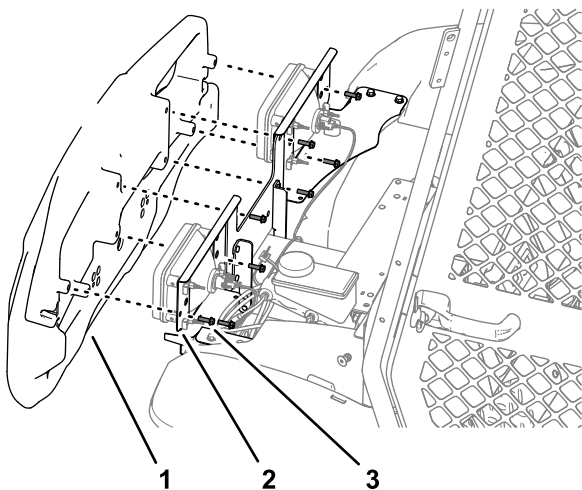

Figura 42
1. În timp ce susineți bara de protecție, îndepărtați cele 8 uruburi cu guler care fixează bara de protecție de suporturile acesteia în consolele farurilor (Figura 42)